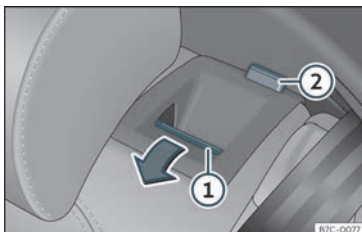

Fig. 111 Asento traseiro: abater o respaldo.
- Prema a tecla de desbloqueo»» fig. 111 ① cara adiante e, ao mesmo tempo, abata o respaldo. O respaldo traseiro está desbloqueado cando aparece unha marca vermella na tecla ②.
O respaldo traseiro está desbloqueado cando aparece unha marca vermella na tecla »» **fig. 111** ②.